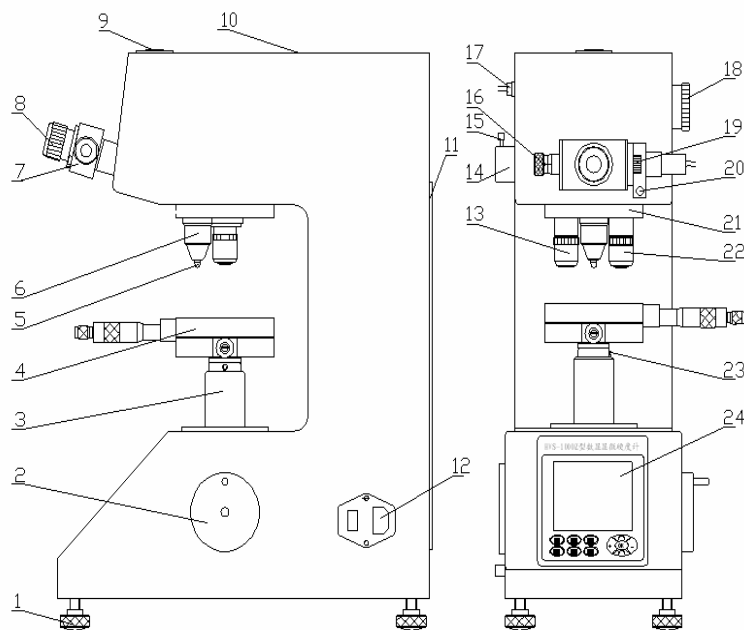

图 1
- 2.3 从附件箱中取出水平调节螺钉(1)旋在主体底部，并调至水平(图 1)。
- 2.10 拔出防尘盖，将目镜(7)从附件箱中取出，按(图 1)插入孔内，并插到底。目镜(7)上的电线插头插在主体左边的圆插座(17)内。